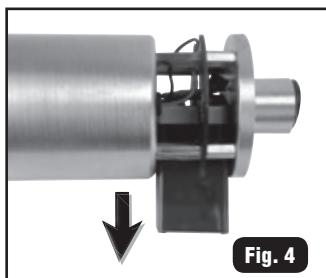

Fig. 4
3. Retirez la pile (Fig. 4) et remplacez-la par une nouvelle pile (9 V) en respectant les polarités (Fig. 5).